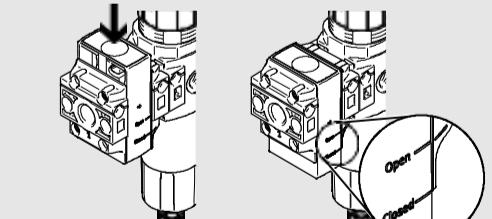

Рис.3/ Fig.3
- Прижмите шиберный затвор клапана включения сброса вниз, пока не будет достигнуто положение "Open" (→ рис. 3).